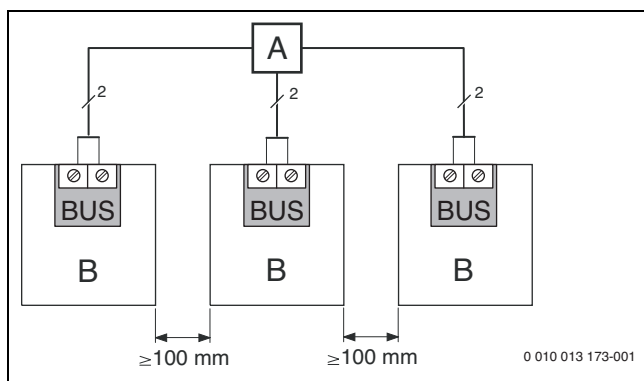

Bild 15 Verteilerdose anschließen
- BUS-Teilnehmer [B] über Verteilerdose [A] in Stern einführen (→ Bild 15), Anleitung der Bedieneinheit und der anderen Module beachten).